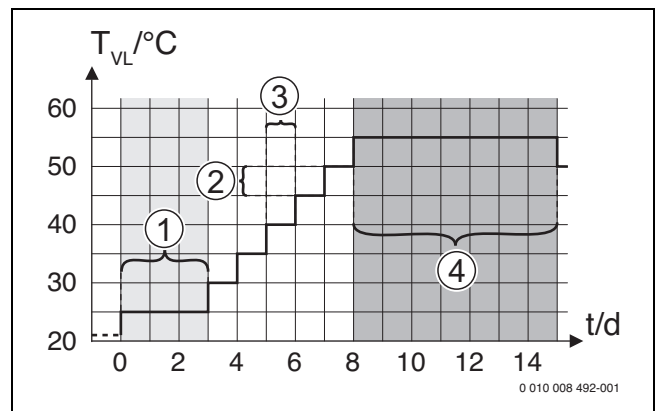
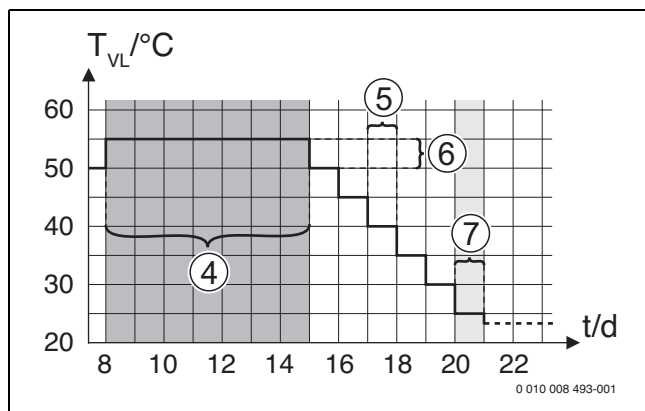

Fig. 7 Déroulement du séchage de dalle avec les réglages de base en phase de mise en température
Fig. 8 Déroulement du séchage de dalle avec les réglages de base en phase de refroidissement
Délai d'attente avt démarr.	Sauter la phase : le programme de séchage de chape démarre immédiatement pour les circuits de chauffage sélectionnés. 1 ... 50 jours : le programme de séchage de la dalle démarre après le délai réglé. Les circuits de chauffage sélectionnés sont arrêtés pendant le temps d'attente, la protection hors gel est active (→ Fig. 7, temps avant jour 0).
Durée phase démarrage	Sauter la phase : aucune phase de mise en température. 1 ... 3 ... 30 jours : réglage de l'écart entre le début de la phase de démarrage et la phase suivante (→ Fig. 7, [1]).
Temp. phase démarrage	20 ... 25 ... 55 °C : température de départ lors de la phase de démarrage (→ Fig. 7, [1]).
Progr. phase mise temp.	Sauter la phase : aucune phase de mise en température. 1 ... 10 jours : réglage de l'écart entre les niveaux (incrément) pendant la phase de mise en température (→ Fig. 7, [3]).
Diff. temp. mise en temp.	1 ... 5 ... 35 K : différence de température entre les niveaux de la phase de mise en température (→ Fig. 7, [2]).
Durée phase maintien	1 ... 7 ... 99 jours : écart entre le début de la phase de maintien (durée de maintien de la température maximale pour le séchage de dalle) et la phase suivante (→ Fig. 7, [4]).
Temp. phase de maintien	20 ... 55 °C : température de départ pendant la phase de maintien (température maximale, → Fig. 7, [4]).
Progr. phase de refroid.	Sauter la phase : aucune phase de refroidissement. 1 ... 10 jours : réglage de l'écart entre les niveaux (incrément) pendant la phase de refroidissement (→ Fig. 8, [5]).
Diff. temp. phase refroid.	1 ... 5 ... 35 K : différence de température entre les niveaux de la phase de refroidissement (→ Fig. 8, [6]).
Durée de la phase finale	Sauter la phase : aucune phase terminale. Permanent : aucune heure de fin n'a été déterminée pour la phase terminale. 1 ... 30 jours : réglage de l'écart entre le début de la phase terminale (dernier niveau de température) et la fin du programme de séchage de chape (→ Fig. 8, [7]).
Température phase finale	20 ... 25 ... 55 °C : température de départ pendant la phase terminale (→ Fig. 8, [7]).
Tab. 10 Réglages dans le menu Séchage de dalle (les Fig. 7 et 8 affichent le réglage de base du programme de séchage de chape)
**Légende de la Fig. 7 et de la Fig. 8:**